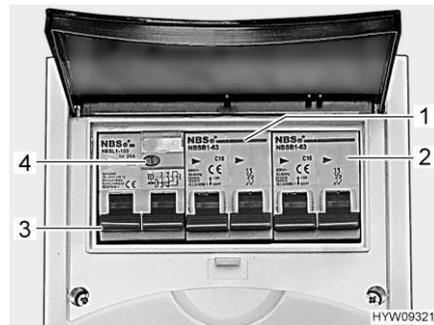

Fig. 111 Interruptor de protección de línea e interruptor FI (caja de fusibles de 230 V)
Un interruptor de corriente de defecto (interruptor FI) (Fig. 111,3) en la caja de fusibles asegura el vehículo completo contra corriente de defecto (30 mA).
El interruptor de protección de línea conectado en serie (10 A) (Fig. 111,1) asegura las cajas de enchufe de 230 V, el bloque eléctrico, el cargador adicional y el frigorífico.
En los vehículos con equipamiento opcional, p. ej. la instalación de aire acondicionado en el techo, un interruptor de protección de línea adicional (16 A) (Fig. 111,2) asegurará el aparato.
- Si el vehículo está conectado a la alimentación de 230 V, pulsar la tecla de prueba (Fig. 111,4). Se debe activar el interruptor de corriente de defecto (FI).